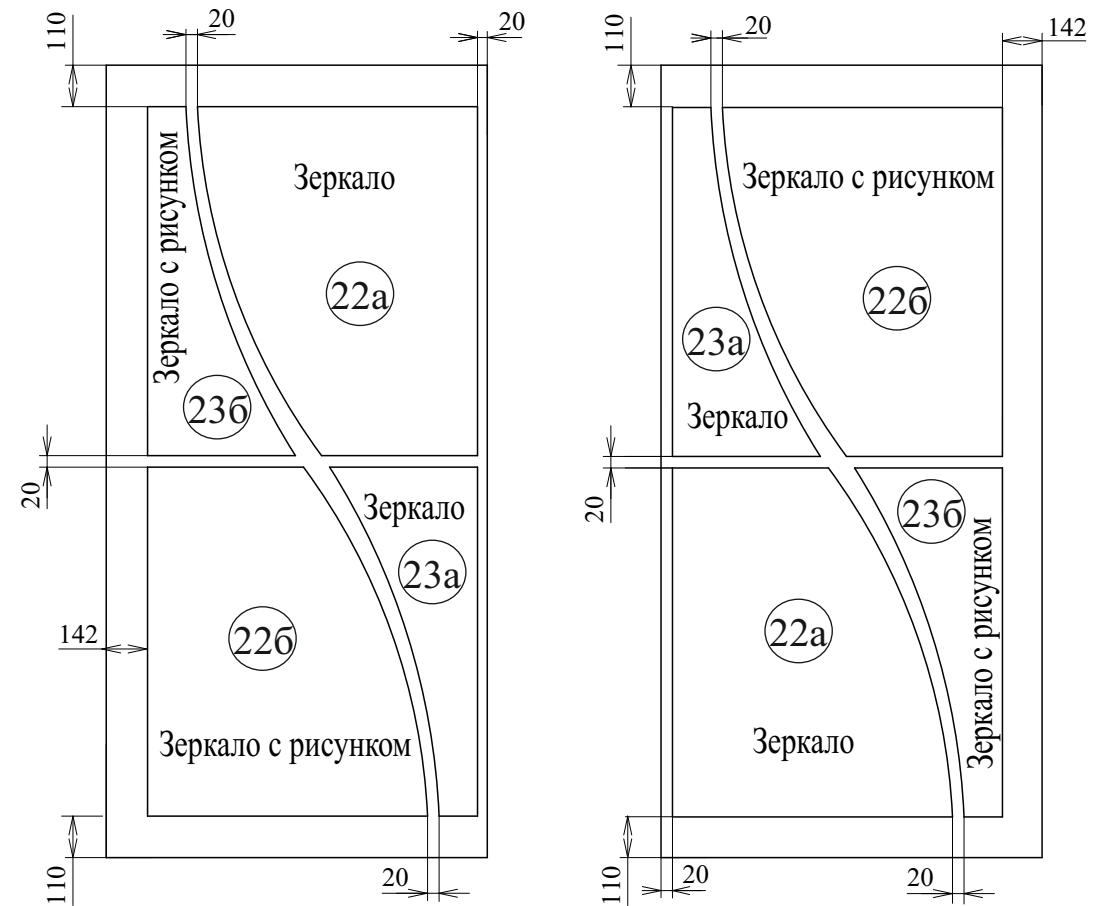

Рис.10
14. Поклейку следует начинать с зеркала 22б, приставив ближний к краю торец зеркала к поверхности двери. Спозиционировать ближний к краю угол так, чтобы зеркало закрывало отметку на поверхности двери (воспользуйтесь шаблоном 18). Затем, зафиксировав рукой торец зеркала на поверхности двери, медленно опускать зеркало до соприкосновения с поверхностью, контролируя, чтобы зеркало опускалось параллельно краю двери. **Внимание!!! Особо следить за ровностью поклейки, т.к. разделение двери и зеркала - очень трудоемкий процесс.** Далее следует приклеивать зеркала 22а, 23а и 23б по той-же технологии, по отметкам, прокладывая шаблон ДВП между зеркалами согласно рис.10. Подобным же образом поклеить зеркала на вторую дверь-купе. **После поклейки двери должны отлежаться в горизонтальном положении в течение 4 часов.**